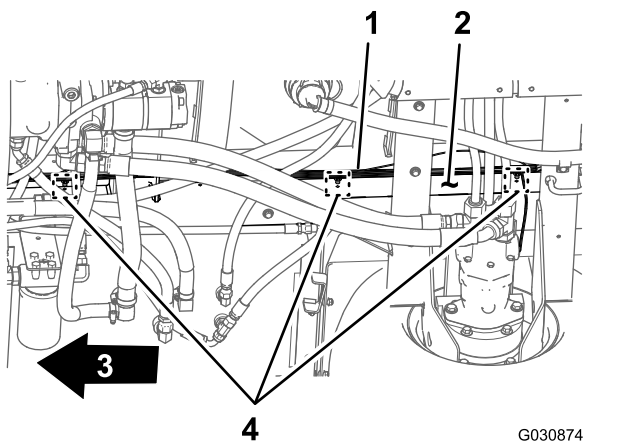

Figure 103
- Acheminez la branche de 168 cm et la branche du faisceau vers l'avant, le long du tube de cadre droit (Figure 103).
4. Insérez les 3 fixations à pression de la branche de 168 cm du faisceau de câblage arrière dans les trous du tube de cadre droit (Figure 103) à la place des fixations à pression de l'ancien faisceau ; voir l'opération 3 de Débranchement des faisceaux de câblage avant et arrière (page 11).